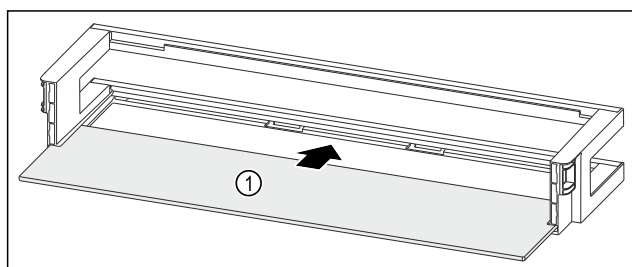

Fig. 117 Raft montat pe ușă cu raft
- ▶ Împingeți în interior raftul Fig. 117 (1) în degajările laterale.